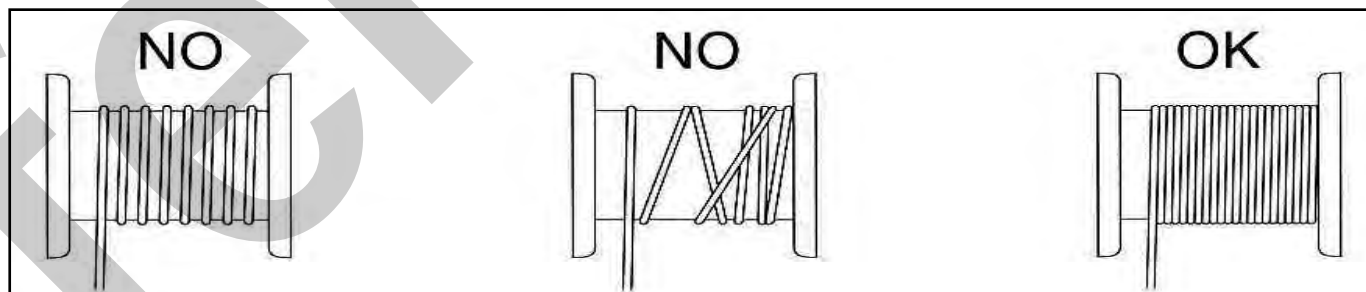

Figura 22 – Avvolgimento del cavo sul tamburo.
Durante la trazione del carico, verificate la disposizione del cavo, che deve essere avvolto correttamente sul tamburo con un passo uguale al diametro del cavo (Figura 22).
- Riavvolgere il cavo azionando il pulsante di trazione sulla pulsantiera portatile di comando, in modo che le spire siano ordinate e compatte (Figura 22).